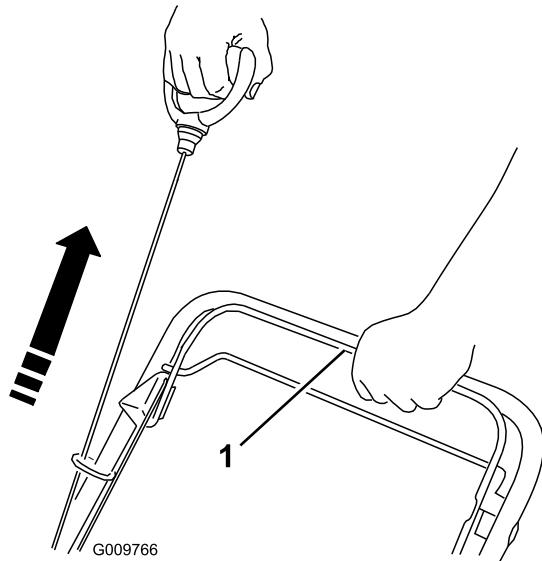

Figur 21
1. Montera mullningspluggen (Figur 21) eller gräsuppsamlaren (Figur 22) på maskinen.